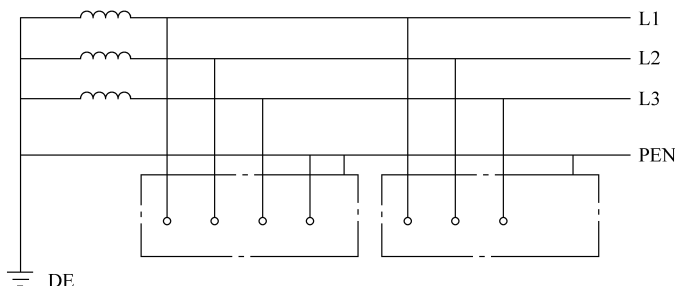

图 1-12 TN—C 系统
① TN—C 系统。在系统中，保护导线（PE 线）和中性线（N 线）合为 PEN 线。这种供电系统就是平常用的三相四线制，如图 1-12 所示。